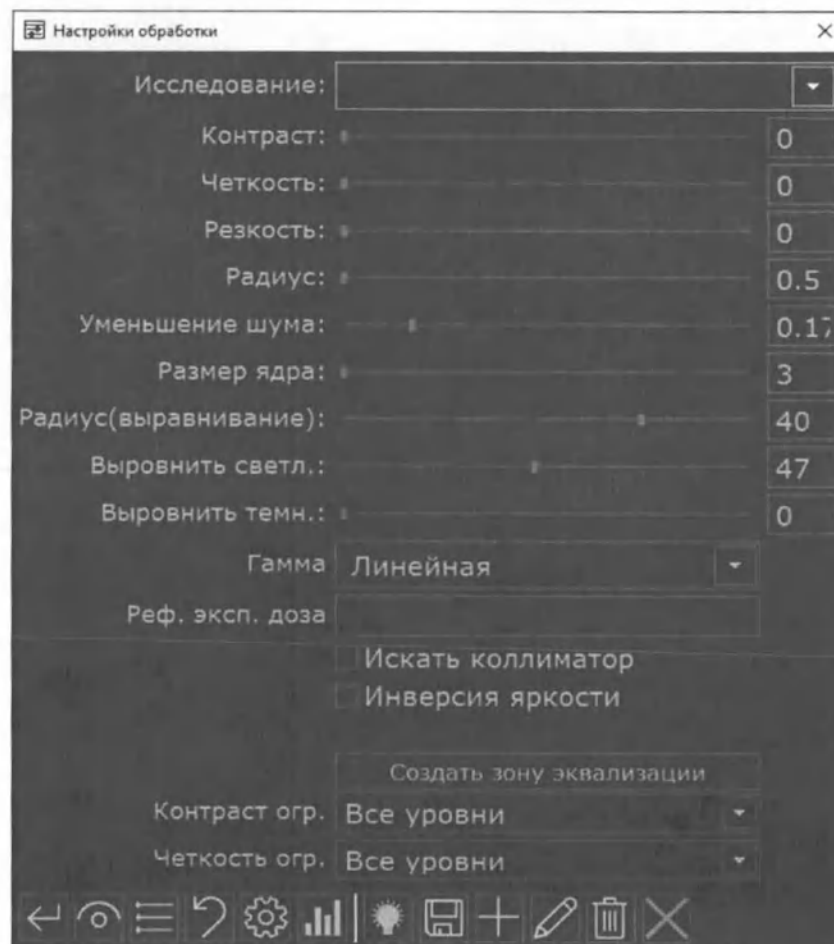

Рис. 90 Создание нового шаблона обработки
– Чтобы создать новый шаблон (Рис. 90 Создание нового шаблона обработки) нужно: